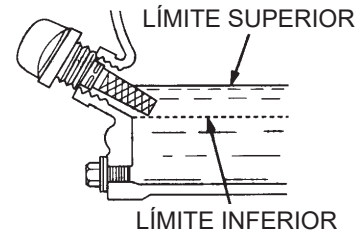

Figura 6. Varilla de medición del nivel de aceite del motor
4. Si el nivel de aceite es bajo (vea la Figura 6), llene hasta el borde del agujero del tubo de llenado de aceite con el tipo de aceite recomendado (Tabla 5). La capacidad máxima de aceite es de 1.16 cuartos de gal (1.1 litros).